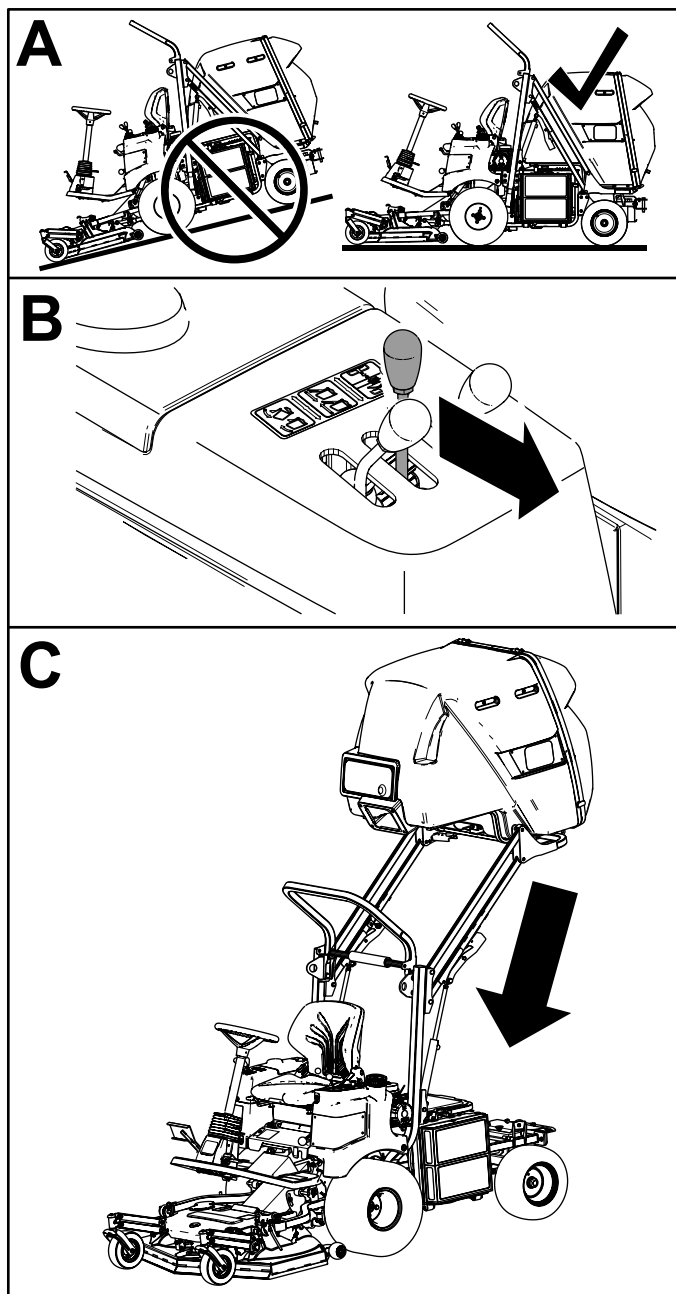

Bild 24
2. Stellen Sie den Fangbox-Hubhebel nach hinten, um die Fangbox abzusenken (Bild 24).